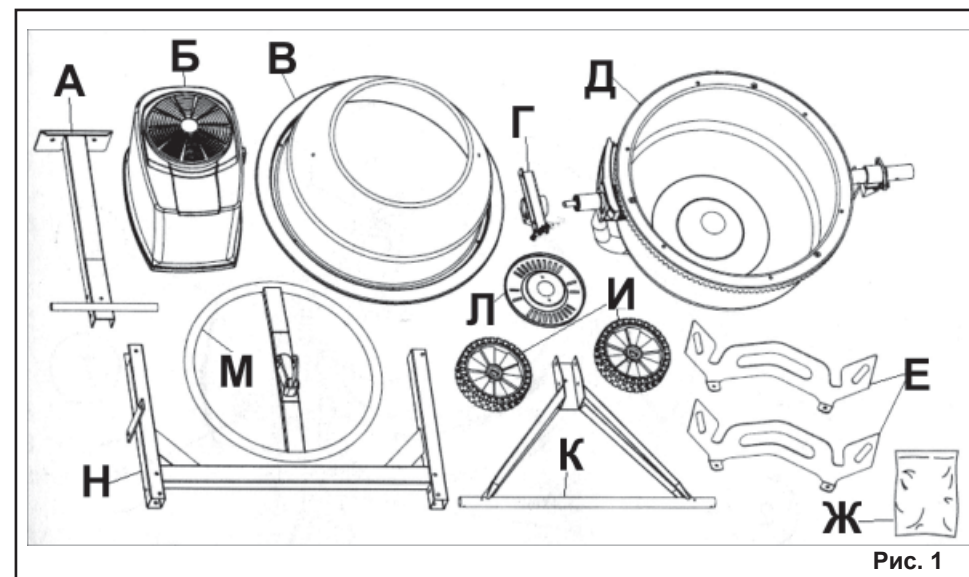

Рис. 1
3.1. В комплект поставки бетоносмесителя входит (Рис. 1):